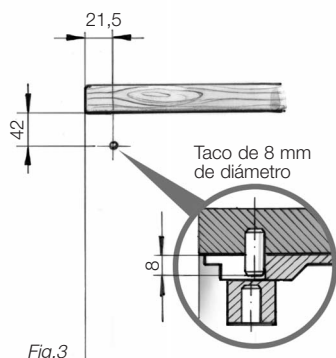

Fig.3
- Marcar posición eje guía, taladrar diámetro de 8 mm, colocar taco de posicionamiento. (Fig.3)